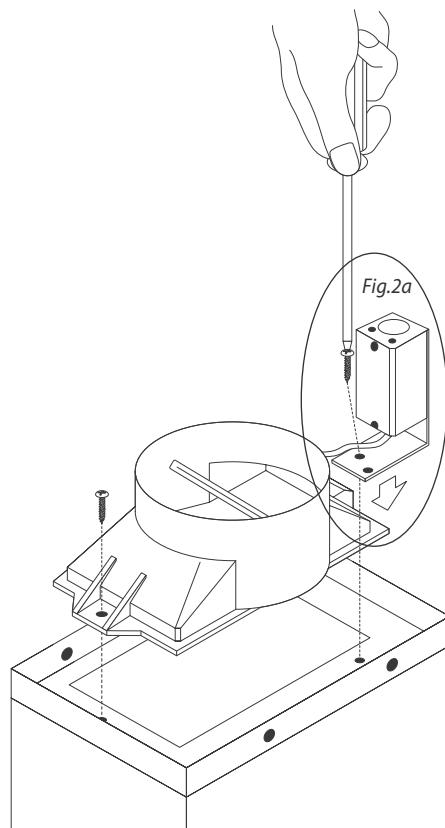

Fig.2 Conectar la pieza cónica de salida, suministrada con la campana a un producto de evacuación.
- 2 Conectar la pieza cónica de salida, suministrada con la campana (diámetro 6") a un producto de evacuación conectado directamente con el exterior (Fig.2).